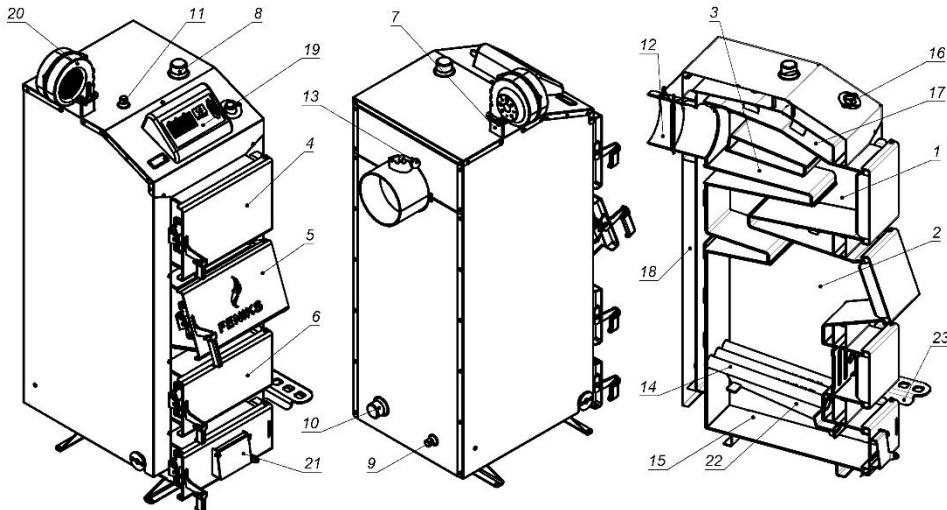

Рисунок 2 – Зовнішній вигляд та основні елементи котла
Конструктивно котел являє собою збірно-зварену конструкцію, що складається з корпуса (поз. 1, рис. 2) з камeroю згоряння (топкою) (поз. 2, рис. 2). Конвекційна частина котла складається з багатоходового теплообмінника (поз. 3, рис. 2) комбінованого типу – чотирьох горизонтальних полиць. Теплообмінник розташований безпосередньо над топкою.
Корпус котла виконаний в формі паралелепіпеду з подвійними стінками, які розділені водними перегородками (поз. 17, рис. 2). На зовнішній поверхні корпуса під декоративною обшивкою закріплена теплова ізоляція. (поз. 18, рис. 2).
Паливо для процесу спалення завантажується на колосникові грати (поз. 14, рис. 2) крізь завантажувальні дверцята (поз. 5, рис. 2). Колосникові грати виконані з товстостінних безшовних труб по яких постійно циркулює вода з водяної оболонки котла. Згоряння палива в топці відбувається за участю повітря, яке постачається під колосникові грати припливним вентилятором (поз. 20, рис. 2). Кількість повітря, необхідного для процесу згоряння, регулюється автоматично блоком автоматики управління (поз. 19, рис. 2), або за допомогою терморегулятора.
Підведення і відведення теплоносія здійснюється відповідно через патрубки зворотної мережної води (поз. 9, рис. 2) і прямої мережної води (поз. 8, рис. 2).
Топочні гази виходять у димохід крізь боров (поз. 12, рис. 2), розташований у задній частині котла. Боров обладнано вбудованим дросельним клапаном продуктів згоряння – шибером (поз. 13, рис. 2). У випадку надто високої тяги у димоході шибер дає можливість її знизити шляхом часткового перекривання вихідного отвору борова.
Зола, яка утворюється в процесі згоряння палива, зсипається в нижню частину корпуса - зольник (поз. 15, рис. 2).
- з вентилятором та блоком автоматичного управління – припливним вентилятором (поз. 20, рис. 2) під колосникові грати та через бокові форсунки по каналу подачі повітря. Кількість повітря, необхідного для процесу згоряння, регулюється автоматично контролером (поз. 19, рис. 2).
У верхній частині корпуса котла розташований штуцер для встановлення запобіжного клапана або групи безпеки котла (поз. 11, рис. 2).
Для можливості встановлення вентилятора зверху корпуса котла ,передбачений отвір, який заглушено кришкою (поз. 7, рис. 2).
Ревізійний дверцята (поз. 6, рис. 2), що розташовані на передній стінці котла, необхідні для періодичного чищення колосникових грат, а також для можливості спорожнення – зольника.
Для можливості періодичного обслуговування (чищення) теплообмінника передбачені дверцята у верхній частині котла (поз. 4, рис. 2).
Регулятор тяги необхідно приєднати до патрубка з внутрішньою різьбою, який знаходиться у верхній частині корпусу (рис. 2). Різьбове з'єднання при цьому потрібно ущільнити. Регулятор повернути таким чином, щоб наконечник для закріплення шестигранного важеля (з комплекту регулятора) був направлений вправо.